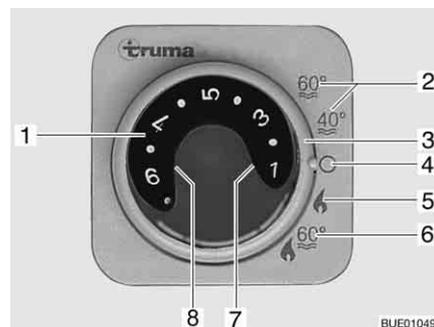

Fig. 179 Unidad de mando para la calefacción/caldera
- Ajustar el modo de funcionamiento con el interruptor giratorio (Fig. 179,3).
Según la temperatura ambiente deseada, la calefacción selecciona automáticamente la potencia de quemador necesaria. Cuando se alcanza la temperatura ambiente deseada se desconecta el quemador. El sensor de temperatura situado junto al panel mide la temperatura del ambiente. En el modo de funcionamiento "calefacción y caldera" (Fig. 179,6), se calienta también el agua de la caldera. En el modo "calefacción sin caldera" (Fig. 179,5), la calefacción puede funcionar con la caldera vacía.
- Poner el botón giratorio de temperatura (Fig. 179,1) de la unidad de mando en el grado de temperatura deseado.
- Situar el interruptor giratorio (Fig. 179,3) en el modo invierno "calefacción sin caldera" (Fig. 179,5) o en modo invierno "calefacción y caldera" (Fig. 179,6).
La luz de control verde (Fig. 179,7) está encendida y al mismo tiempo indica el grado de temperatura seleccionado.
Al estar llena la caldera, la luz de control amarilla (Fig. 179,8) indica la fase de calentamiento del agua.
- Ajustar el interruptor giratorio (Fig. 179,3) en "0" (Fig. 179,4).